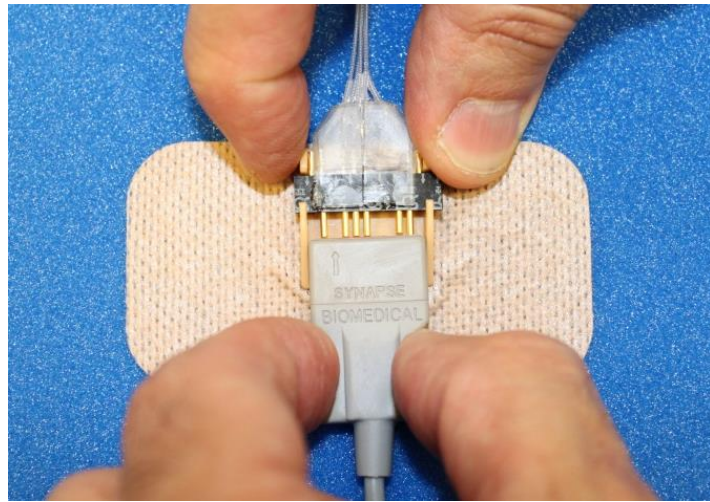

Figura 27
1. Desconecte el cable del paciente del conector de los electrodos (Figura 27).